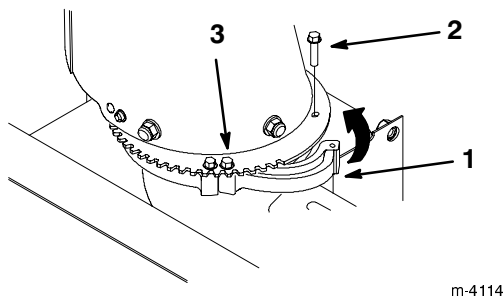

Figure 12
5. Tournez le dispositif de retenue desserré vers l'intérieur sur la couronne et fixez-le avec une vis N° 10-4 x 1,5 cm (Fig. 12).
6. Serrez l'autre vis pour fixer le dispositif de retenue (Fig. 12).